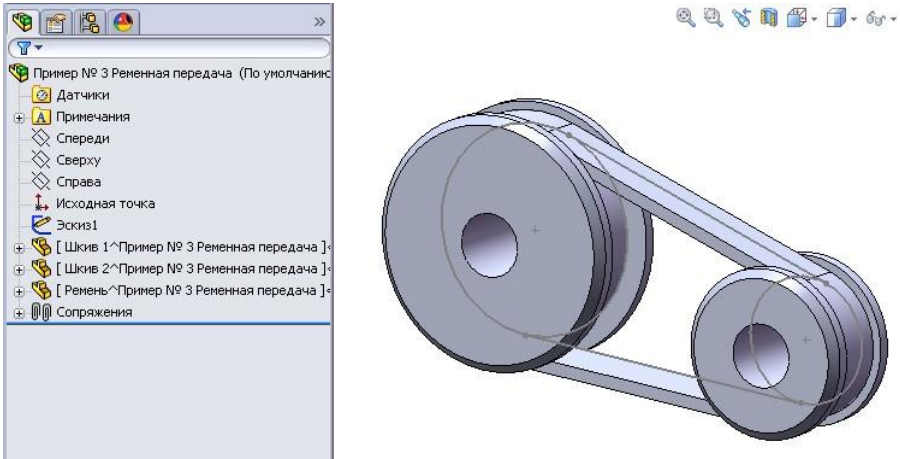

Рисунок 11.80 - Створене складання
18. Закінчимо витягування ремня й вийдемо з режиму редагування деталі. Ми створили не тільки складання, але й складові її деталі **Шків 1, Шків 2 і Ремінь** (рис. 11.80).